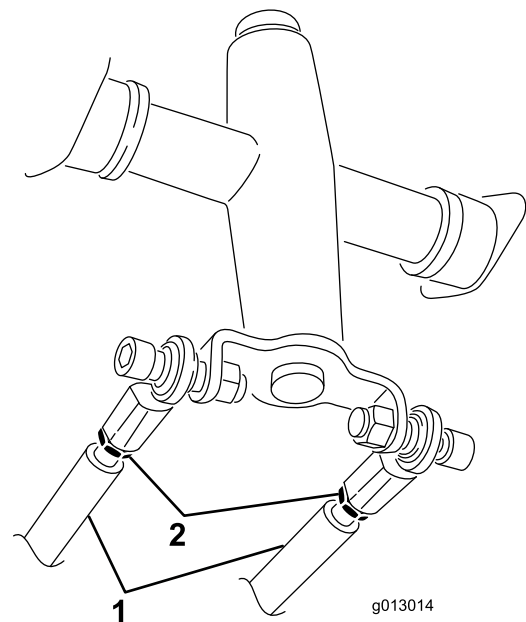

Bild 56
3. Lösen Sie die Klemmmuttern an den Zugstangen unter dem Bedienfeld (Bild 56).